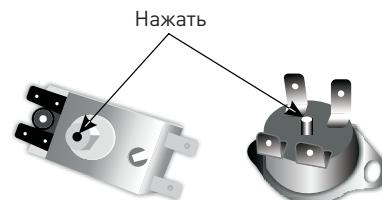

Рис. 1
3. Нажмите на кнопку, расположенную на термостате, для приведения ЭВН в обычный режим работы [Рис. 1].